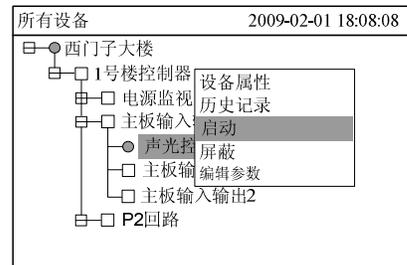

图 13-4
3. 按“→”键弹出快捷菜单（图 13-4），然后按“↓”键选择“启动”，再按“OK”键，被选择的设备即被启动，控制器即进入启动状态。